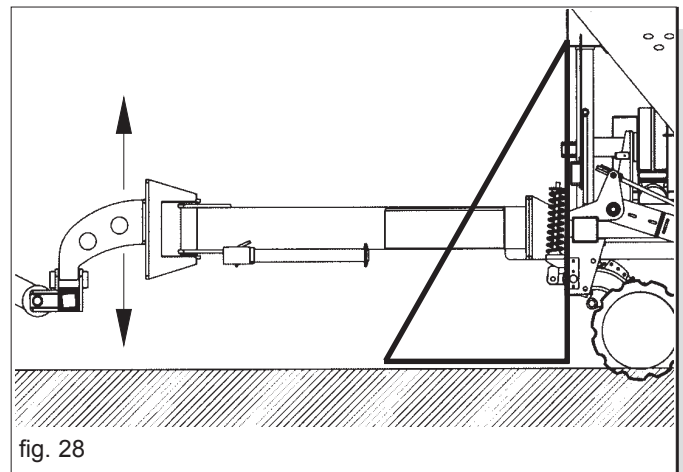

fig. 28
- Für die Gezogene-Version die Position der Unterlenkerstange bei der Zugdeichsel (Abb. 28).